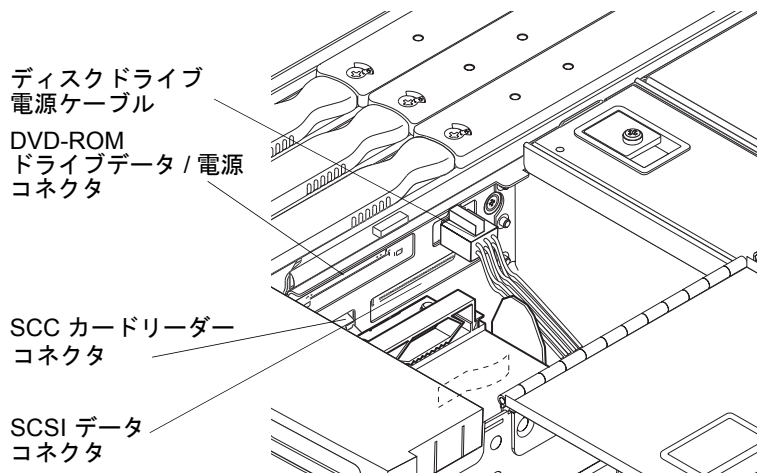

図 8-3 IB_SSC アセンブリのケーブルおよびコネクタの位置
9. IB_SSC アセンブリからリムーバブルメディアモジュールへの入出力ケーブルを外します (図 8-3)。作業の妨げにならないようにケーブルをまとめます。